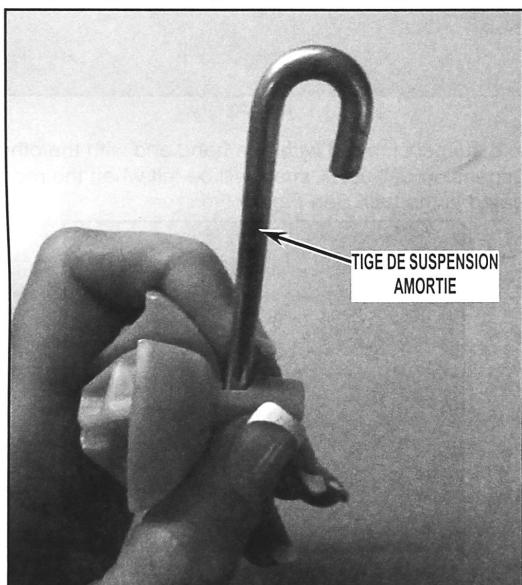

FIGURE 2
3. Introduire la tige de suspension dans la fente de la butée hémisphérique de suspension. Voir la Figure 2.